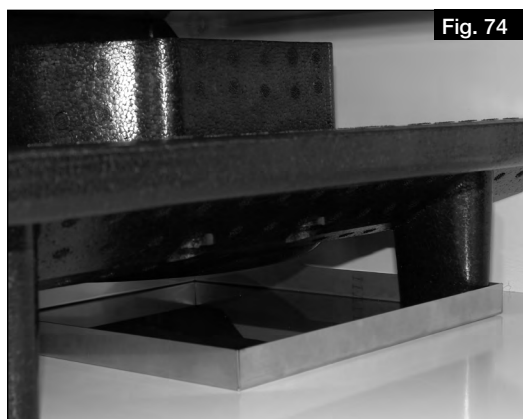
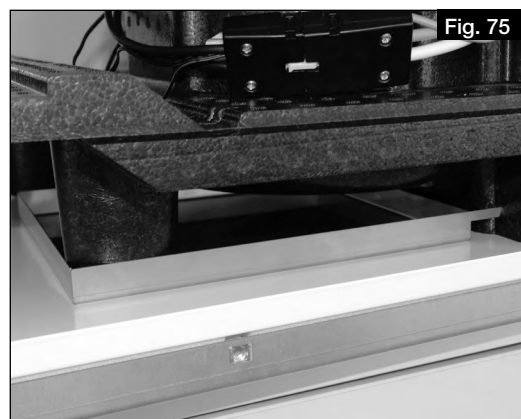

Fig. 74
Fig. 75
**Les bacs métalliques empêchent l'accumulation de condensat dans cette zone et il est essentiel de vérifier qu'ils sont correctement positionnés (voir Fig. 74 et Fig. 75).**